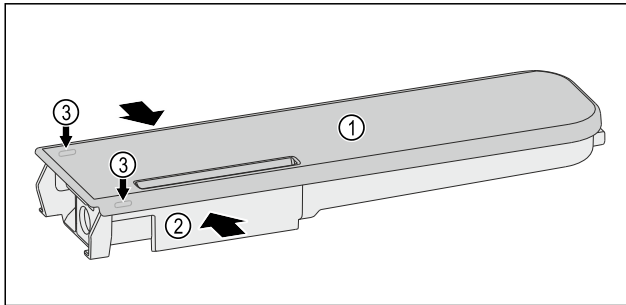

Fig. 197
- ▶ Wasserbehälter Fig. 197 (2) zusammendrücken und Deckel Fig. 197 (1) vorsichtig über die Rastnasen Fig. 197 (3) hebeln und hochziehen.
- ▶ Deckel Fig. 197 (1) leicht hin- und herbewegen und nach oben entnehmen.